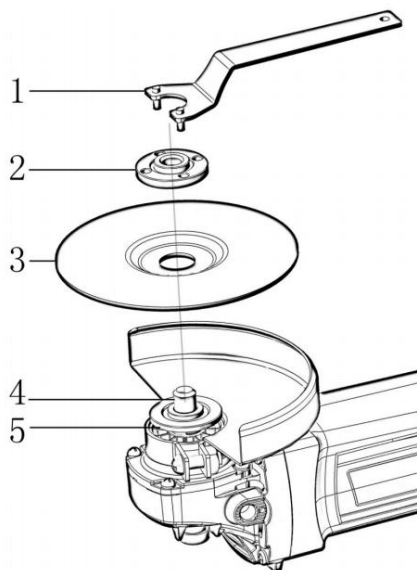

Fig 3
1. Montera innerflänsen på spindeln, montera hjulet/skivan på den inre flänsen och skruva fast den yttre flänsen på spindeln (bild 3)